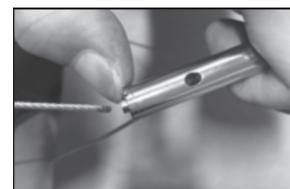

Fig. B-4
2. Utilisez le régulateur pour régler la hauteur du luminaire **Figure B-4**.